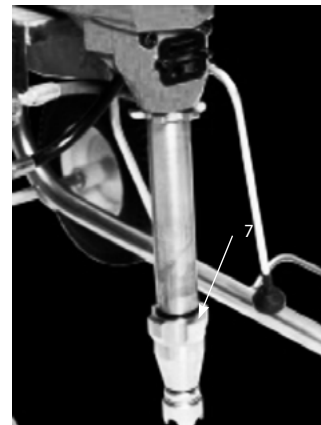

Рис. 8
6. Поместите насос «7» (Рис. 8) в заземленную металлическую емкость, частично наполненную жидкостью для промывки. Подсоедините провод заземления к емкости и к контуру заземления.